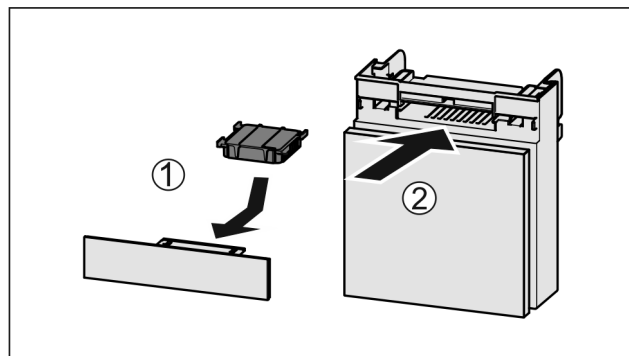

Fig. 160
- Filtr s aktivním uhlím vložte podle vyobrazení Fig. 160 (1).
- Zásuvku zasuňte Fig. 160 (2).